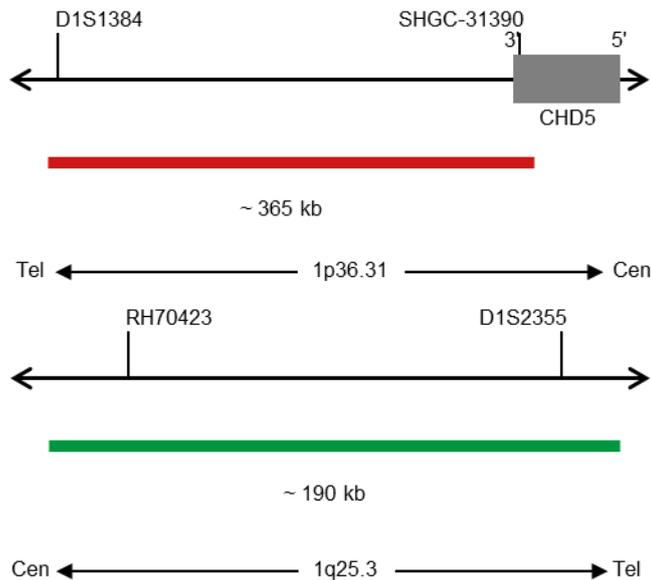

Fig. 1: In alto: SPEC 1p36 Mappa della sonda; in basso: SPEC 1q25 Mappa della sonda (non in scala)
- Polinucleotidi marcati con digossigenina (~1,7 ng/ μ l), le cui sequenze target mappano in 1q25.3* (chr1:184,562,510-184,752,938) (vedere Fig. 1).
- Polinucleotidi marcati con dinitrofenil (~1,7 ng/ μ l), le cui sequenze target mappano in 1p36.31* (chr1:5,808,946-6,176,336) (vedere Fig. 1)..